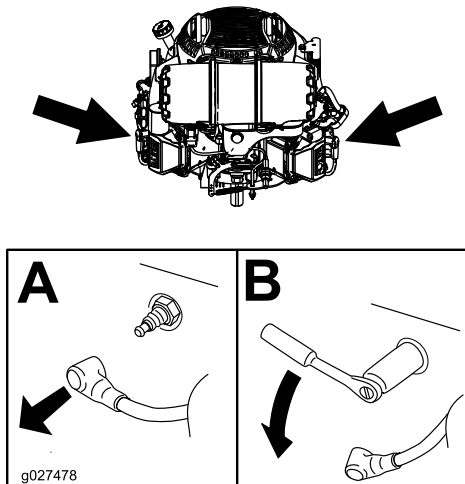

Figura 35
3. Localice y retire la(s) bujía(s), tal y como se muestra en la Figura 35.